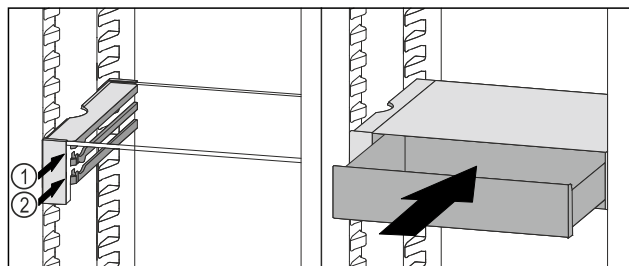

Fig. 107
- ▶ Placer le tiroir VarioSafe derrière les butées sur la nervure désirée Fig. 107 (1) ou Fig. 107 (2).